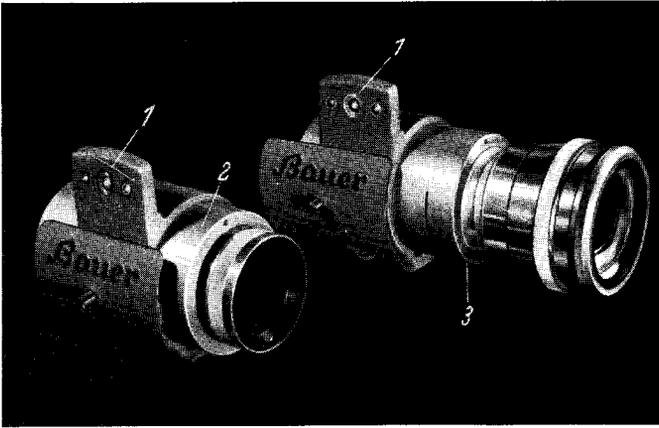

Abb. 6 Objektivwechselfassungen, links für Normalbild, rechts für CinemaScope
- und den Klemmfassungen (Abb. 6, Pos. 1) mit Objektivfassungen (Abb. 6, Pos. 2).
Die für Normalfilm, Breitbild oder CinemaScope notwendigen Objektive und Objektiv-Gruppen werden in die zylindrischen Objektivfassungen (Abb. 6, Pos. 2) ein-
Beim Einsetzen der Entzerrungsvorsätze in die Objektivfassung ist zu beachten, daß das Entzerrungsobjektiv mit dem Fassungsstück, das 79,6 mm \varnothing hat, nicht weiter in die Objektivfassung eingeschoben wird als bis zu der Stelle, wo die Objektivfassung eingesägt ist. Man kann dann das Entzerrungsobjektiv mit der vorderen Imbus-schraube (Bild 6, Pos. 3) festspannen und hat immer noch die Möglichkeit, mit dem Grundobjektiv im hinteren Teil der Objektivfassung zu verfahren.